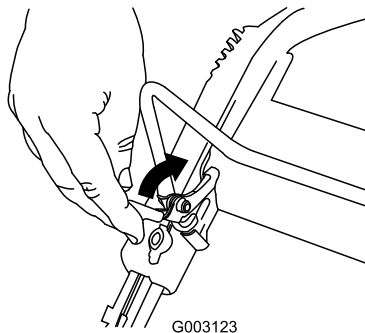

Figure 20
1. Tire hacia atrás del mecanismo de bloqueo de la barra de control (Figure 20).